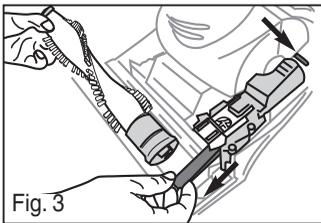

Fig. 3
- Presione el botón de liberación de la varilla para retirarla de la parte superior de la aspiradora (Fig. 3).
- Saque el cepillo de rodillo y retire la banda del eje (Fig. 3). Deslice la banda para sacarla completamente de abajo del pedal del cepillo de rodillo.